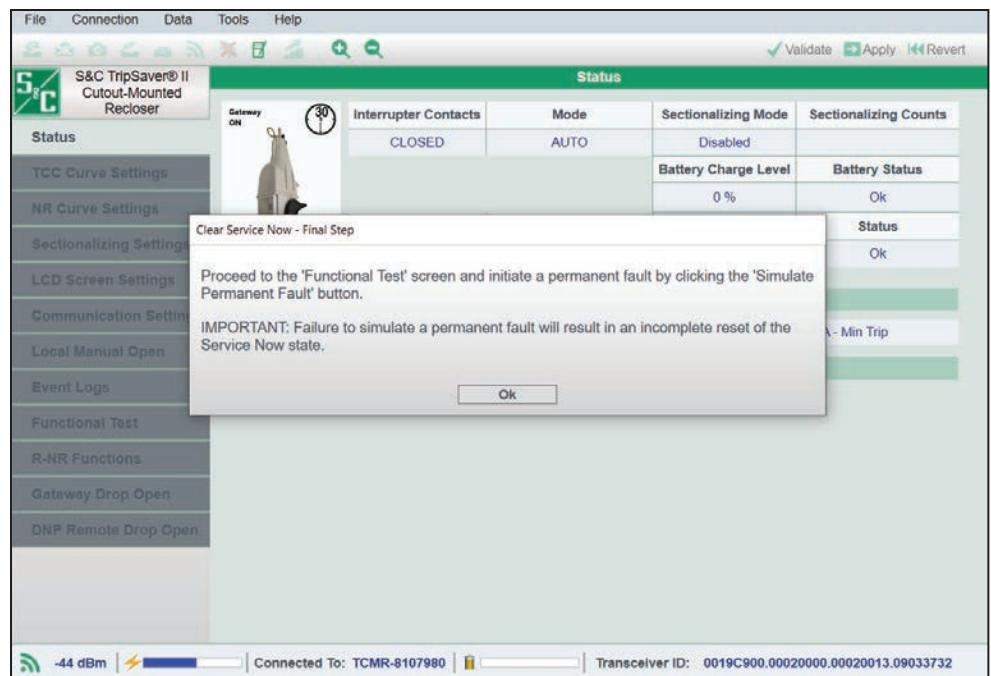

Figura 150. Caixa de diálogo de Remoção da Tela de Manutenção Imediata—Passo Final.
PASSO 7. A caixa de diálogo Clear Service Now–Final Step (Remoção da Tela de Manutenção Imediata–Passo Final) mostrada na Figura 150 exibida, com os dizeres: Vá para a tela “Functional Test” e inicie uma falta permanente clicando no botão “Simulate Permanent Fault”. IMPORTANTE: Falha na simulação de uma falta permanente resulta em rearme incompleto do estado de Manutenção Imediata”. Clique no botão Ok.